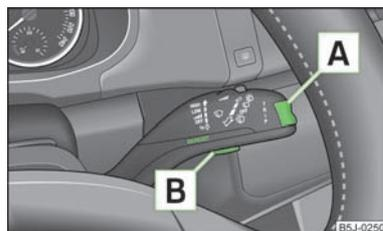

Fig. 6
La modification de la mémoire se fait au moyen de la touche   fig. 6 sur la manette des essuie-glace.
L'interrupteur   fig. 6 et la touche  se trouvent dans la poignée de la manette des essuie-glaces.
Donnez une impulsion sur la touche   fig. 6.
Appuyez sur la partie supérieure ou inférieure de la touche à bascule   fig. 6. Ceci permet de faire afficher successivement les fonctions individuelles du visuel multifonction.
Appuyez pendant plus de 1 seconde sur la touche   fig. 6.
Un symbole représentant un flocon de neige (avertissement de verglas) s'affiche si la température extérieure descend en-dessous de + 4 °C et un signal retentit. Après avoir appuyé sur l'interrupteur  » fig. 6, la fonction représentée est la dernière qui a été affichée.
La durée du trajet depuis le dernier effacement de la mémoire apparaît sur le visuel. Pour déterminer la durée du trajet à partir d'un moment bien précis, remettez la mémoire à zéro au moment souhaité, en appuyant sur la touche  » fig. 6.
Effacer la mémoire avec la touche  de la manette des essuie-glaces » fig. 6 pour déterminer la consommation de carburant moyenne sur une certaine période. Une fois la mémoire effacée, seuls des traits s'affichent sur le visuel sur les 300 premiers mètres.
Le trajet parcouru depuis le dernier effacement de la mémoire apparaît sur le visuel **»** page 15. Pour déterminer la distance parcourue à partir d'un moment bien précis, remettez la mémoire à zéro au moment souhaité, en appuyant sur la touche **[B]** **»** fig. 6.
La vitesse moyenne en km/h depuis la dernière remise à zéro de la mémoire s'affiche sur le visuel **»** page 15. Si vous souhaitez calculer la vitesse moyenne de carburant pour une période précise, vous devez remettre la mémoire à zéro au début de la mesure, au moyen de la touche **[B]** de la manette des essuie-glaces **»** fig. 6.
- »** A l'aide de la touche **[A]** **»** fig. 6, sélectionnez la commande de menu **Avertissement en cas de dépassement de la vitesse**.
- A l'aide de la touche **A** » fig. 6, sélectionnez la commande de menu **Avertissement en cas de dépassement de la vitesse**.